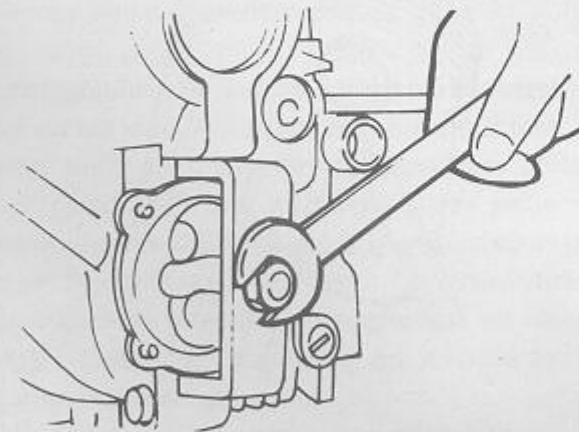

Bild 2
- Unter dem Blech befindet sich die Ölpumpe. Den viereckigen Deckel abschrauben, Dichtung abnehmen und die beiden Pumpenräder aus der Pumpe nehmen. Zum Ausbau des Pumpengehäuses ist ein Spezialabzieher (VW 201) erforderlich, dessen Abziehschraube in die Bohrung eingeschraubt wird. Mit einem Schlüssel die Mutter anziehen, bis die Pumpe herauskommt (siehe Bild 2).